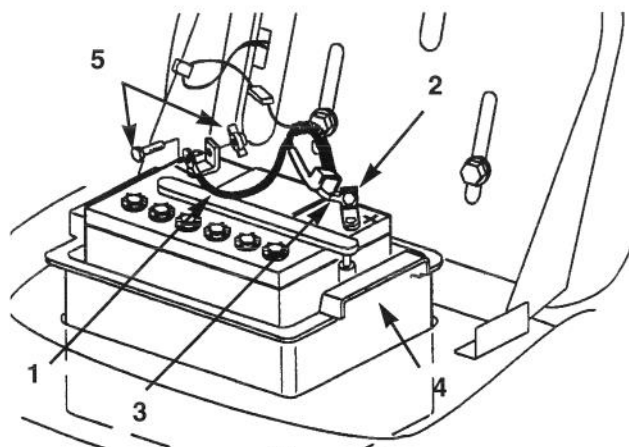
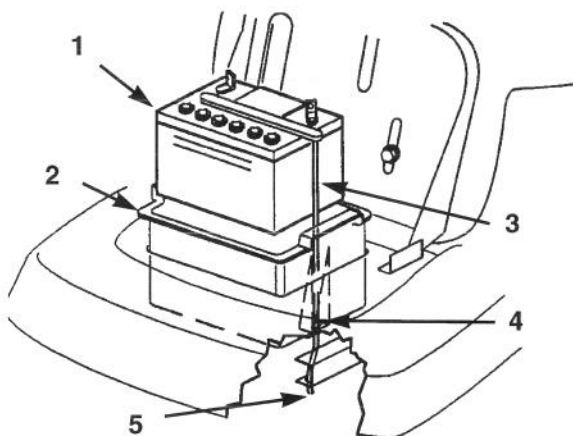

Figure 20
Figure 21
3. Débrancher le câble négatif (noir) de masse de la borne de la batterie (Fig. 20).
5. Déposer le boîtier de la batterie, la batterie et le long tube d'évacuation du châssis (Fig. 21).
1. Installer la batterie dans le boîtier et glisser le tube d'évacuation dans le conduit et la fente située à la base du boîtier (Fig. 21).
**IMPORTANT: Observer le logement de la batterie dans le châssis et repérer le trou situé au bout du longeron droit (Fig. 21). Toujours faire passer le tube d'évacuation dans ce trou pour éviter que l'acide ne corrode le tracteur et la tondeuse.**
2. Installer le boîtier et la batterie dans le châssis (Fig. 20). Vérifier que l'extrémité du tube d'évacuation se trouve dans le trou du châssis (Fig. 21).
3. A l'aide du boulon et de l'écrou papillon, connecter le câble positif (rouge) à la borne positive (+) de la batterie (Fig. 20). Glisser la gaine en caoutchouc sur la borne.
4. A l'aide du boulon et de l'écrou papillon, connecter le câble négatif (noir) à la borne négative (-) de la batterie (Fig. 20).